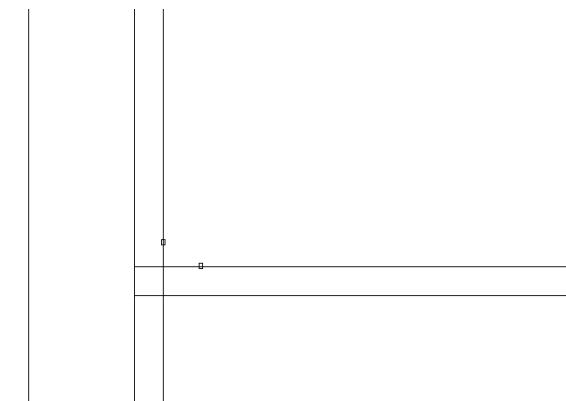

Рис. 4.32 ▼ Запустив команду **Сопряжение** (FILLET), щелкните в этих точках для сопряжения линий, образующих левый нижний угол внутреннего контура выдвижного ящика
11. Выполните сопряжение вертикальной и горизонтальной линий внутреннего контура выдвижного ящика, щелкнув на них в местах, показанных на рис. 4.32.